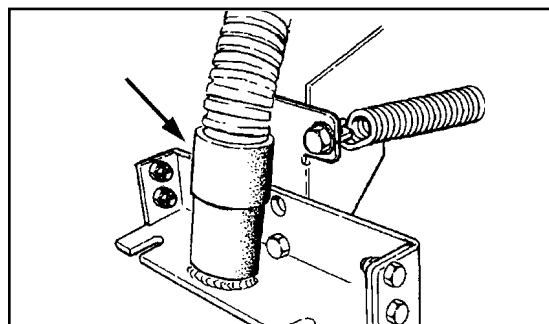

Figura 9
2. Ajuste el borde de la manguera de aspiración al accesorio de la manguera de la escobilla de goma (consulte la figura 9).
1. El cuerpo de la escobilla de goma se puede inclinar para ajustar el ancho de la hoja de la escobilla de goma en el medio para que se ajuste al ancho de los extremos. Para ajustar la inclinación, afloje el perno de ajuste ubicado en los costados izquierdo y derecho de la escobilla de goma (consulte la figura 9).